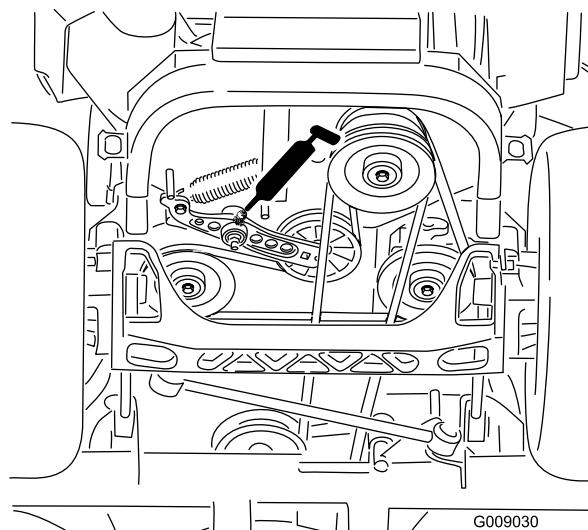

Bild 55
6. Fetten Sie die Spannarme des Treibriemens ein (Bild 55).